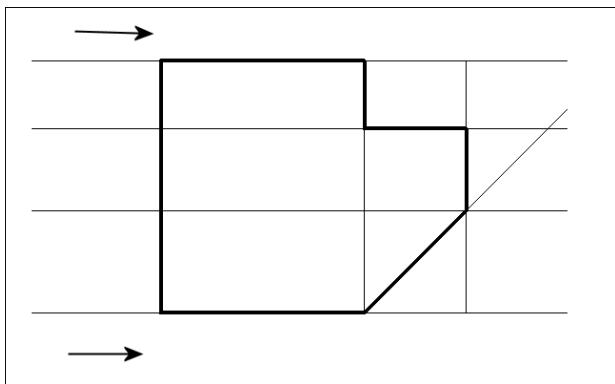

Fig.4.12
- ▶ **Sélectionner l'objet à ajuster** (Select object to trim) : pointer les parties de lignes à couper, soit celles situées au-dessus de A et au-dessous de B. Appuyer ensuite sur Entrée pour terminer (fig.4.12).